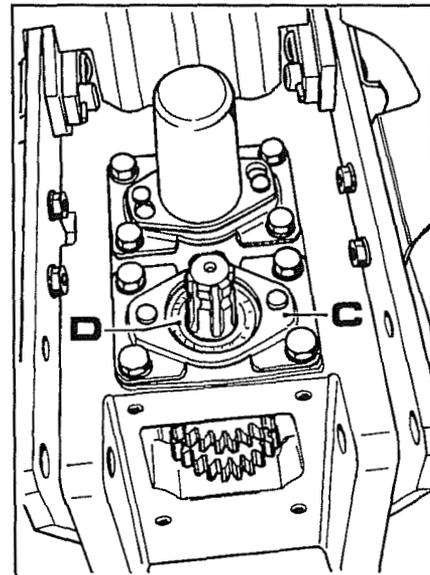

Fig. 2
- En remontant les couvercles latéraux **C** fig.2 interposer du silicone pour éviter les infiltrations de poussière.
4. Enlever le couvercle **C** fig. 2, puis extraire le pare-huile **D** et l'anneau élastique (circlips).